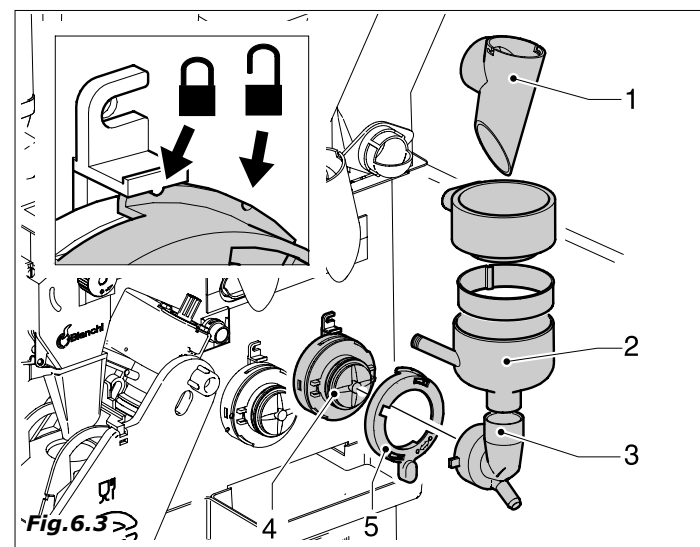

Fig.6.3
- funnels and powder chutes (Fig. 6.3-pos.1)
- canal água (2), camara miscelção (3), ventainha de mistura-gem (4) e anel (5).